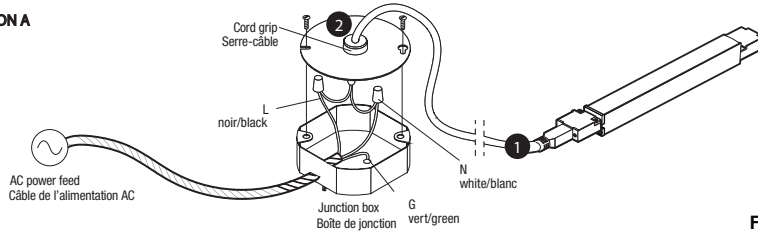

Fig. 8.1
2. Pass the power cable (1) into junction box:
- 3.1. **Option A:** through the hole in the junction box cover (2) (included optionally) using a 5/8" snap-in cord grip (not included) (Fig. 8.1).
2. Faire passer le ruban DEL (1) à l'intérieur de la boîte de jonction :
- 3.1. **Option A :** à travers le trou du couvercle de la boîte de jonction (2) (inclus en option) à l'aide d'une poignée de serre-câble de 5/8" (non incluse) (Fig. 8.1).